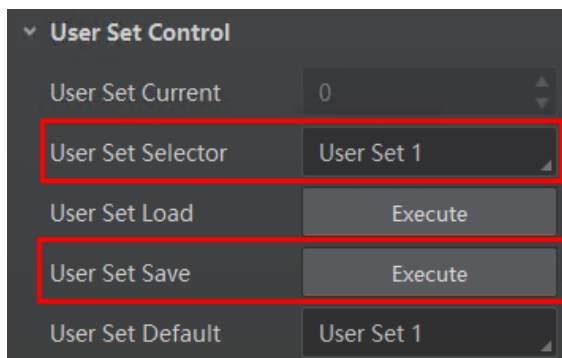

图8-18 保存参数设置
- 保存参数：修改参数后，通过 *User Set Selector* 参数下拉选择其中一套 *User Set* 参数，点击 *User Set Save* 处的“Execute”，即可将参数保存到用户参数中，如图 8-18 所示。